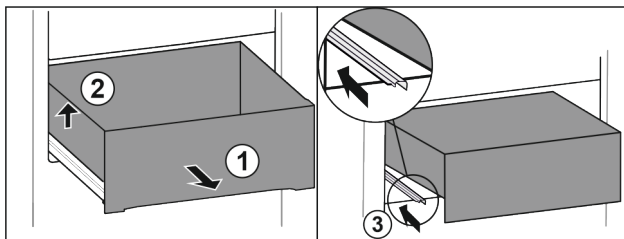

Fig. 31
- Vedä vetolaatikkoa ulos vasteeseen saakka. Fig. 31 (1)
- Nosta vetolaatikkoa vasemmalta. Fig. 31 (2)
- Työnnä vasen kisko paikalleen. Fig. 31 (3)